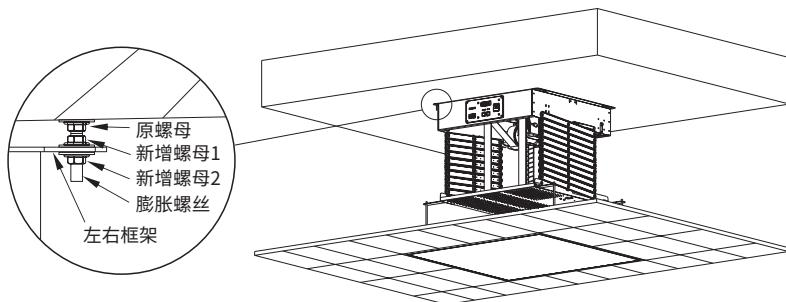

图8
5. 在框架安装孔底下再各加一颗M8螺母(非附件)用来固定升降架的框架 (图8)。